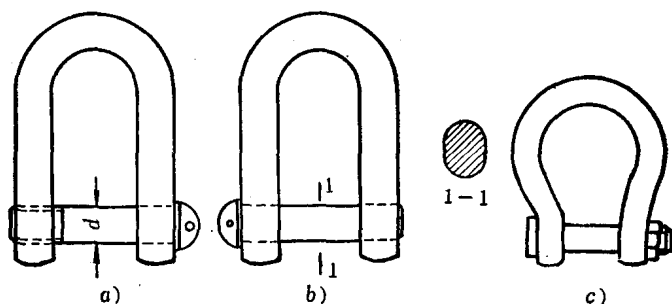

图4 卡环
卡环由弯环和销子(芯子)两部分组成。弯环形式有直形和马蹄形两种,销子有带螺纹和不带螺纹①的两种,如图4所示。